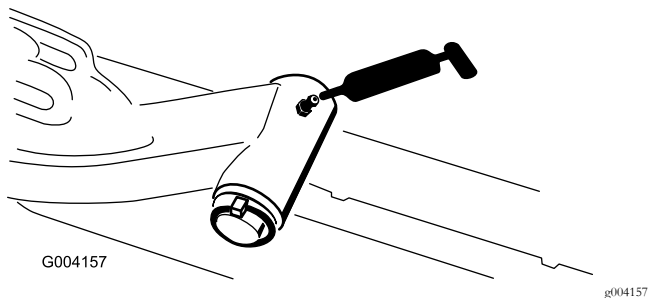

Bild 32
- Hubarmgelenkwelle (1)—Bild 32